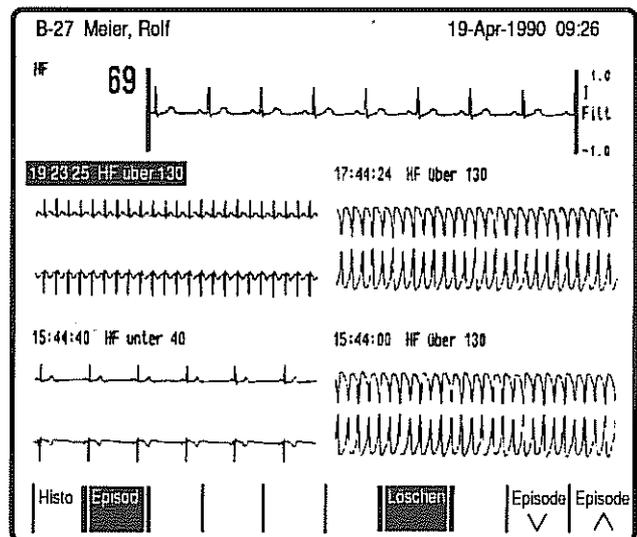

Bild 10
- * Löschen Sie jetzt diese Episode durch Drücken von Taste **E**. Die anderen Episoden rücken nach (Bild 10), und der Cursor springt wieder zur jüngsten Episode.